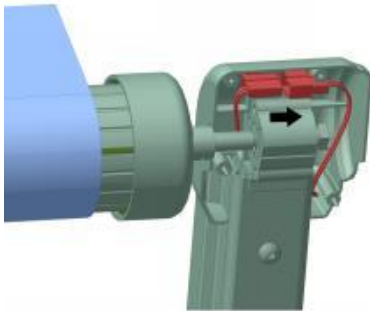

Abbildung D15
3.7.1 Setzen Sie die Zierabdeckung auf die Oberseite des seitlichen Klapparms des Motors (Abbildung D15), schließen Sie die Motorverkabelung an und